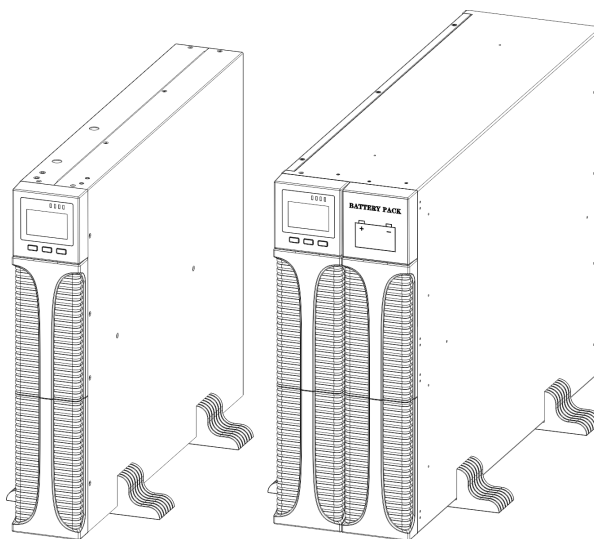

Figura 5.7: Instalação em torre do Company RT
- Encaixe o nobreak dentro na base de apoio. Cada nobreak precisa de dois pares de base de apoio para a correta instalação, conforme Figura 5.7.